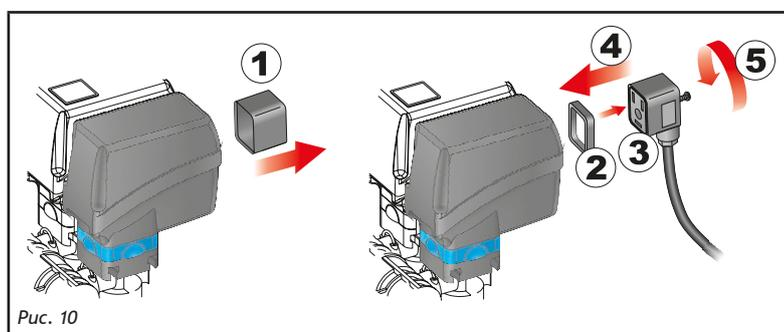

Рис. 10
- До начала соединения необходимо надеть на все разъемы соединения с клапанами уплотнительную прокладку (Рис. 10).
- Снимите защитный колпак (1, Рис. 10) с электрического клапана.
- Разместите прокладку (2) на разъеме (3) и подсоедините разъем, надавливая на него до упора (4): будьте осторожны при соединении, чтобы электрические контакты клапана не погнулись.
- Закрутите винты (5) до упора.